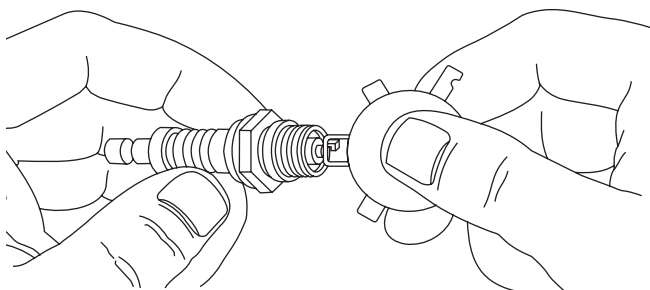

Figura 22 — Revise la bujía
3. Revise la separación del electrodo con un calibrador de alambre y ajuste la separación a 0.030 pulgadas (0.76 mm) si es necesario (Figura 22).